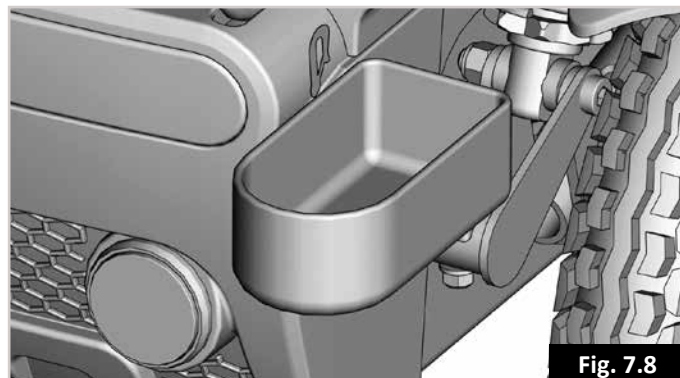

Fig. 7.8
7.7 Soporte de bastones (Fig. 7.8):